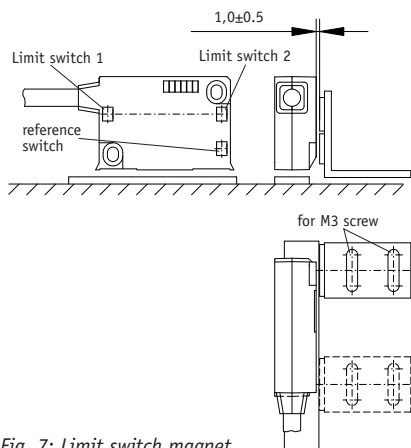

Fig. 7: Limit switch magnet
- Die Abstandstoleranz zwischen Endschaltermagnet und Magentsensor wurde nicht eingehalten. (Abb. 7)